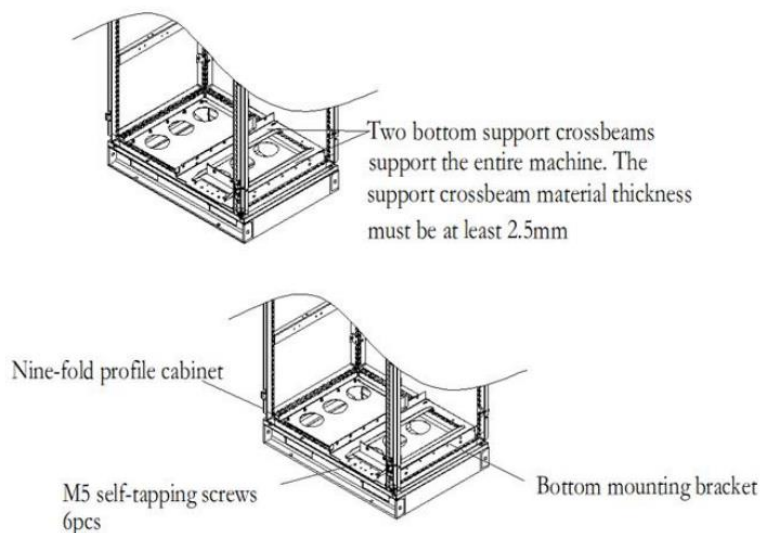

Рисунок 4-13 Кріплення каретки
2. Закріпіть нижні опорні поперечні балки та монтажний кронштейн. (Див. Рисунок 4-13.)